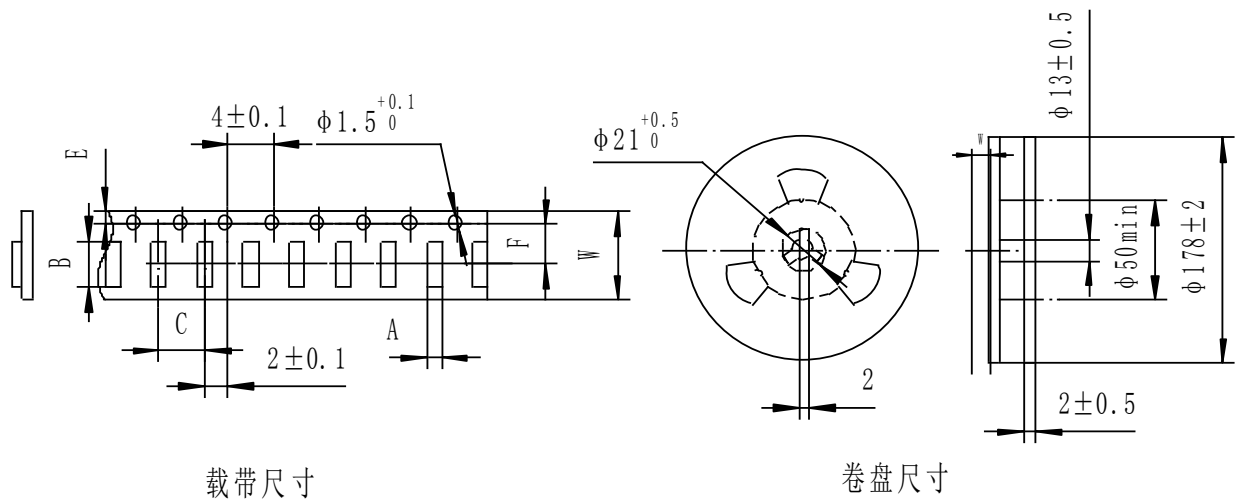
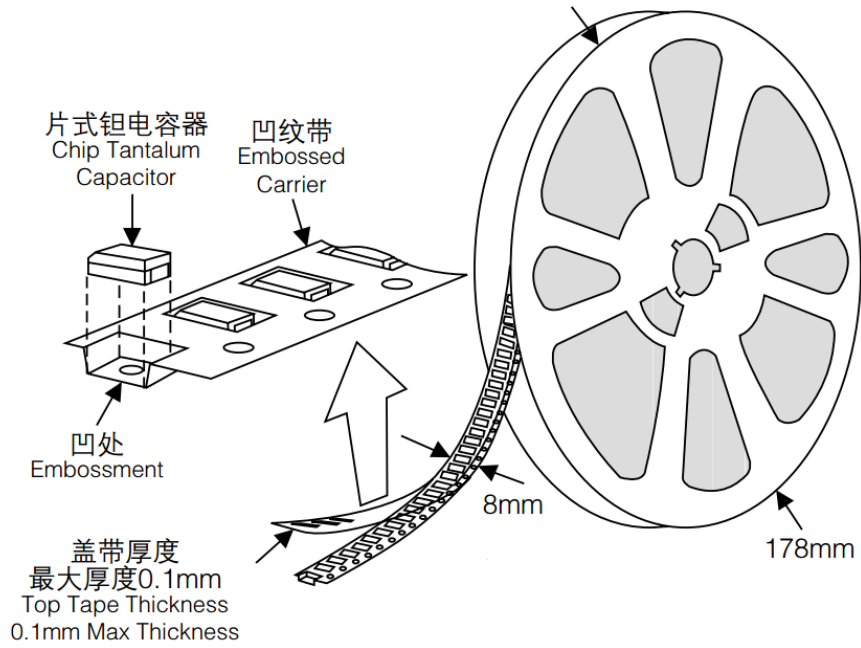

图 3 编带尺寸
图 4
7.1 产品编带的尺寸及卷绕方向：见图 3、图 4、表 4、表 5。